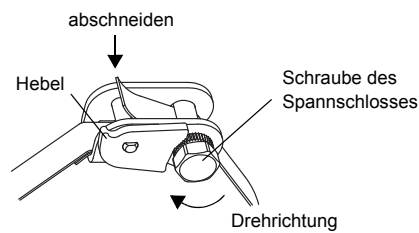

Abb. 9.43: Ratschenschloss mit Spannband
- Schneiden Sie das überstehende Spannband ab (siehe Abb. 9.43).
Hinweis! Zum Lösen der Schraube und des Spannbands drücken Sie den Hebel nach unten (siehe Abb. 9.43).